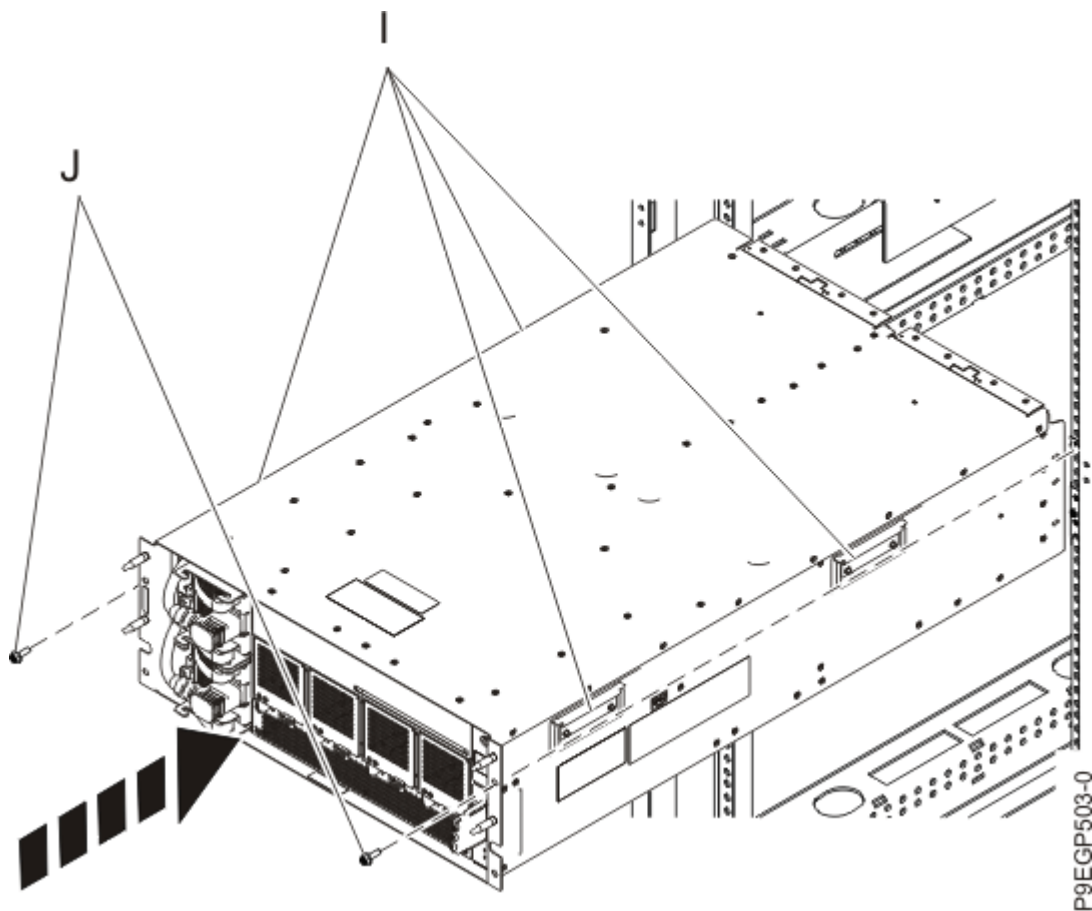

图 9: 将抽屉安装到机架上
- a) 使用三个人，两个人抓住四个把手 **(I)**，如 第 12 页的图 9 所示，一个人在抽屉前面引导抽屉。提起抽屉，将其放置在导轨前端。